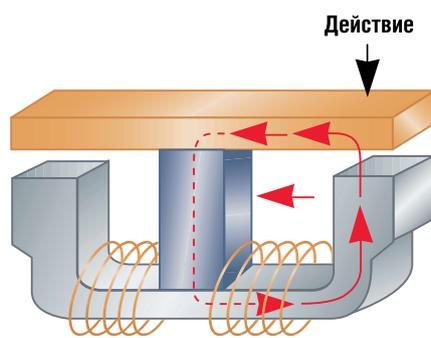
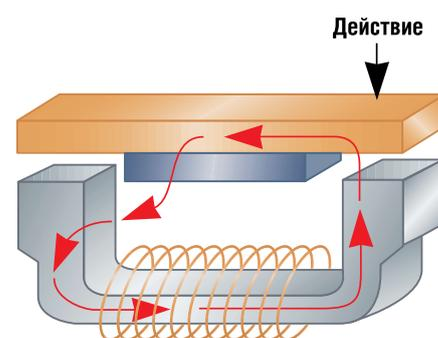

Рис. 2. Конструкция электромагнита «Super Moving Loop» – супердвижущая петля
Рис. 3. Схема расположения постоянного магнита в управляющей цепи реле G6K
са удалось добиться за счет особой конструкции электромагнита, которую компания Omron разработала и запатентовала под названием «Super Moving Loop» – «супердвижущая петля». В этой конструкции постоянный магнит расположен посередине управляющей катушки (см. рис. 2). В реле G6K использован усовершенствованный вариант: постоянный магнит расположен над управляющей катушкой параллельно ей по всей длине (рис. 3). Такое решение позволило уменьшить размеры деталей, и, соответственно, дополнительно уменьшить размеры реле в целом на 17%. Эта конструкция обладает следующими преимуществами:
- повышается КПД, т.к. магнитный поток теперь пронизывает всю катушку в целом, а не ее часть, как в «супердвижущей петле» (рис. 2 и 3).